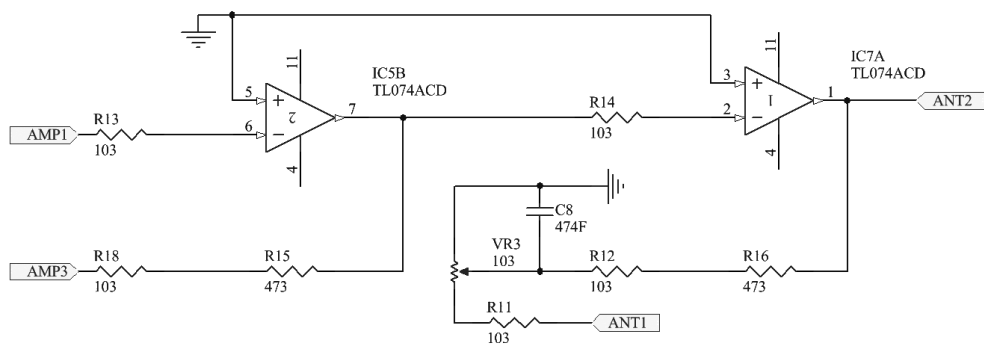

图 5-27 绘制完的原理图 2
2) 选择菜单命令“文件”→“New”（新建）→“原理图”，然后单击右键选择“保存为”菜单命令将新建的原理图文件另存为“Amplification. SchDoc”。完成后的原理图如图 5-27 所示。